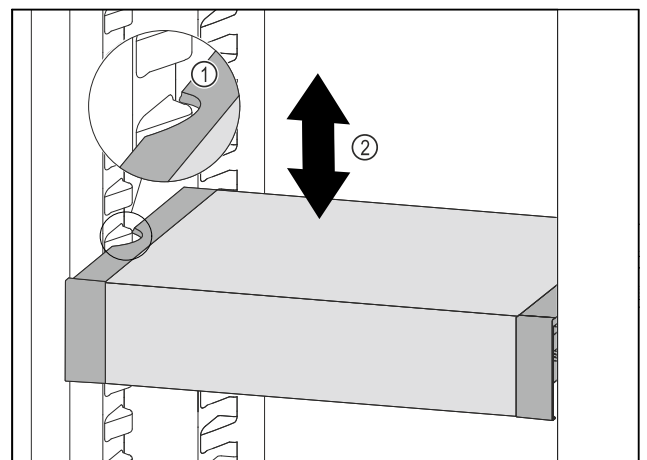

Fig. 179
- VarioSafe nach vorne ziehen, bis sich die seitlichen Aussparungen des VarioSafes auf Höhe der Behälterrippe im Kühlteil befinden. Fig. 179 (1)
- VarioSafe im Kühlteil nach oben oder unten bewegen, bis gewünschte Höhe erreicht ist. Fig. 179 (2)